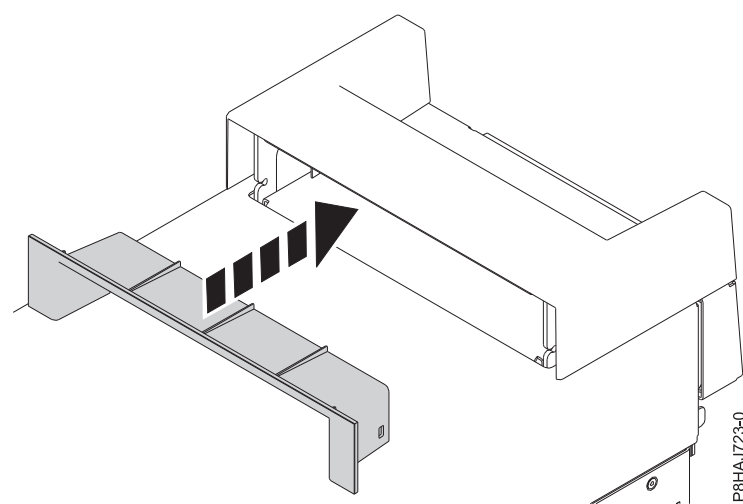

図 20. 8286-41A スタンドアロン・システムのハンドル・カバー内の断片の差し込み
2. ハンドル・カバーの断片をしっかりとハンドル・カバーに押し込んで、断片をハンドル・カバー内に差し込みます (図 20 を参照)。